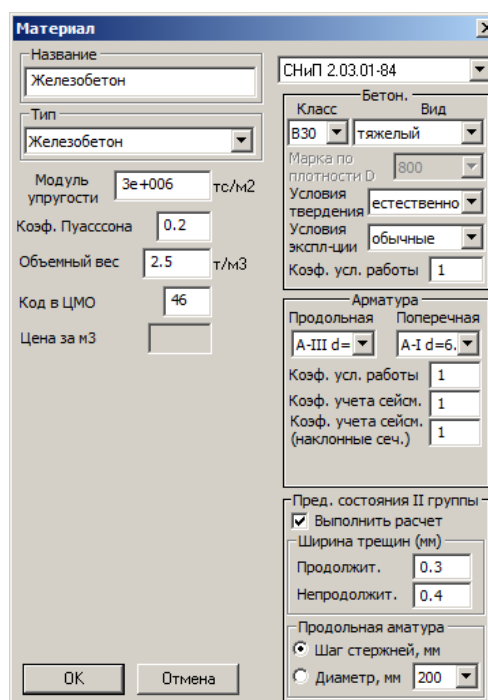

Рис.14.1.2. Окно диалога **Материал**
- В открывшемся окне диалога **Материал** (рис. 14.1.2) ознакомьтесь с принятыми параметрами: